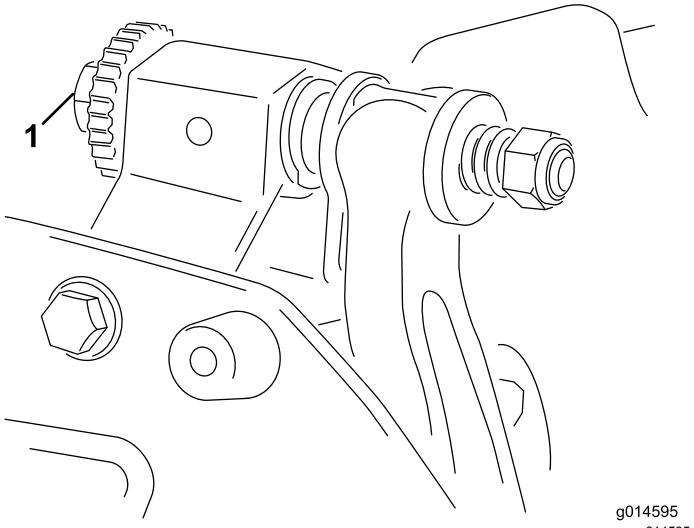

Figura 4
- Collocate l'apparato di taglio su una superficie piana e orizzontale. Accertatevi di eliminare il contatto del cilindro ruotando le viti di regolazione della barra di appoggio in senso antiorario (Figura 4).